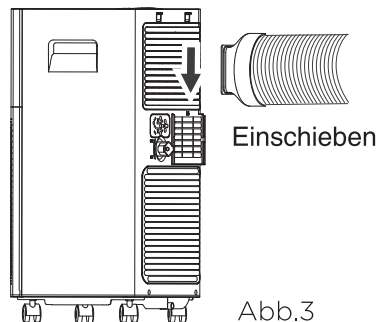

Abb.3
- d. Schieben Sie den Schlauch-Einlass in die Nut an der Rückseite des Geräts ein und ziehen Sie den Abluftschlauch ein wenig auseinander. (siehe Abb.3)